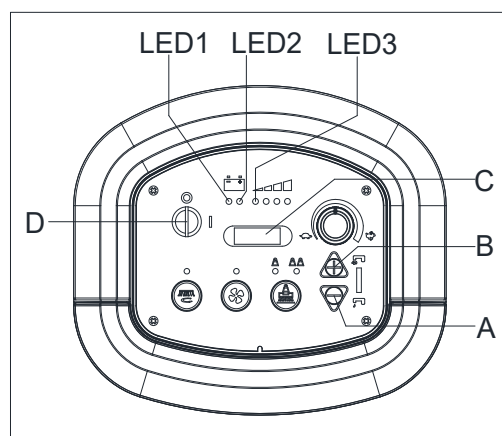

Рисунок 4.2
- Нажмите обе кнопки (А, Рисунок. 4.2) и (В) одновременно. Вставьте ключ зажигания (D) и включите питание. Через 0.5 секунд войдите в режим настройки батареи. Во время настройки загорится светодиодный дисплей (С). Отпустите кнопки.
- Режим может переключаться с 0 до 5 нажатием кнопки (В) или переключением с 5 до 0 нажатием кнопки (А). После завершения настройки режима батареи выключите питание (D) и новая настройка режима батареи может автоматически сохраниться.